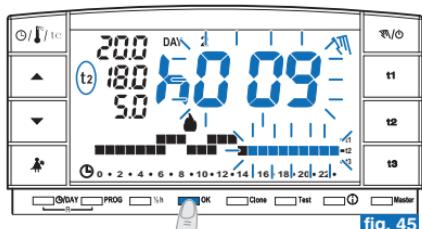

fig. 45
- Presionar la tecla OK, en la pantalla aparece parpadeante las hora que estará activo el funcionamiento manual temporal (ejemplo fig. 45).